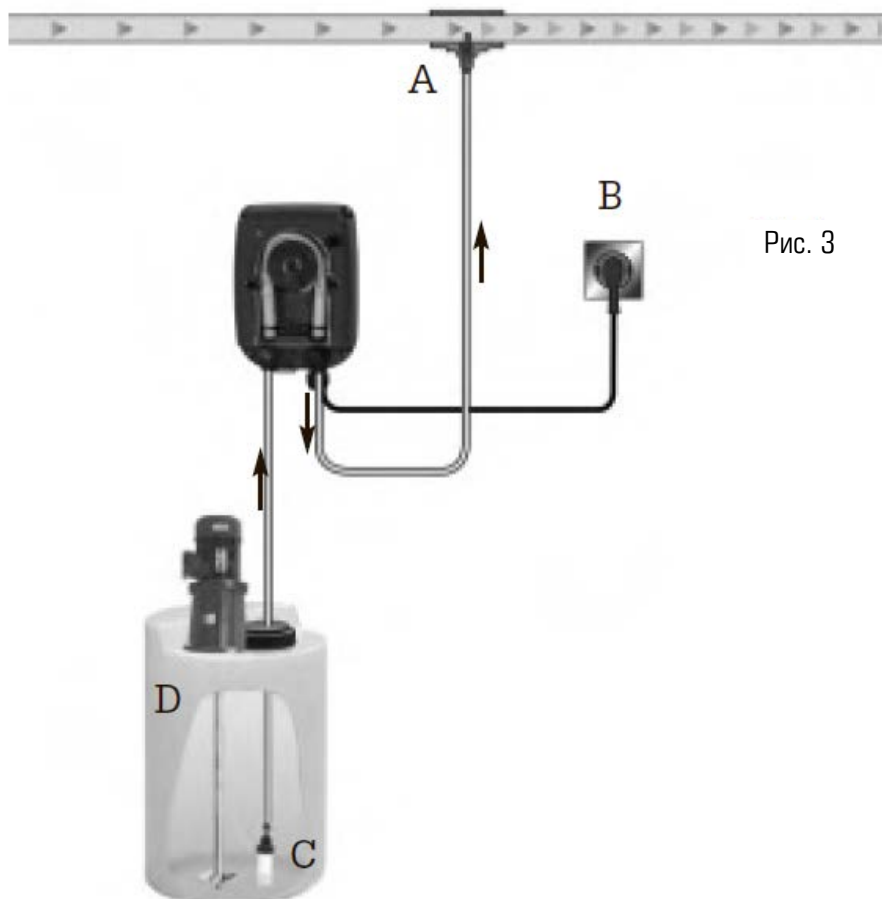

Рис. 3
2.6. ТИПОВАЯ СХЕМА УСТАНОВКИ НАСОСА (Рис. 3)